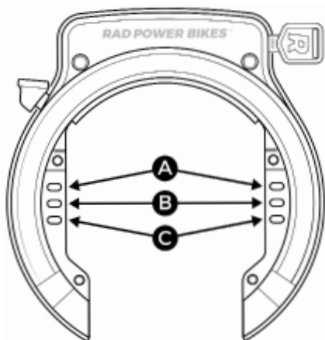

Abbildung 4: Sperrhalter
3. **Bestimmen Sie, welche Sperrhalter zu verwenden sind.** Der Rad Fat Tire Diebstahlschutz wird an einem von drei Paaren von Sperrhaltern an den Rahmenhalterungen befestigt. Siehe Abbildung 4, um zu bestimmen, welcher der Sperrhalter zu verwenden ist.